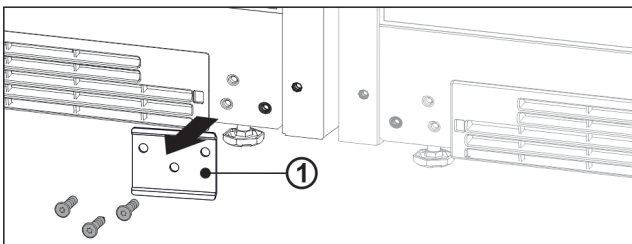

Fig. 13
- ▶ Om plåten Fig. 13 (1) är installerad ska den skruvas bort.